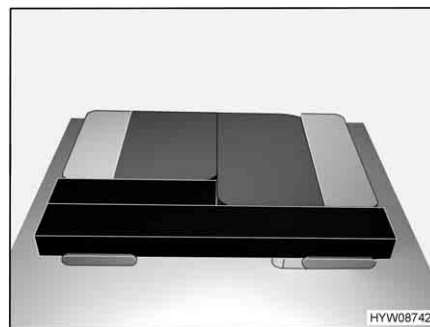

Fig. 37 Dopo la trasformazione
- Sistemare il cuscino del sedile e dello schienale come illustrato nella Fig. 37.
- Collocare un cuscino aggiuntivo lungo e uno corto, come raffigurato nella Fig. 37.